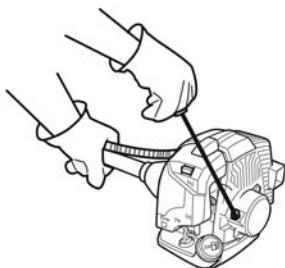

Рис. 13
- > Потяните за ручку [4], чтобы запустить двигатель (рис. 13).